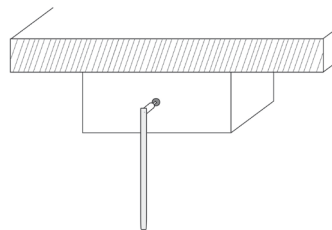

Abb. 3 Deckenmontage
- **Bei Deckenmontage:** Antennenstab senkrecht abknicken. (→ Abb. 3)